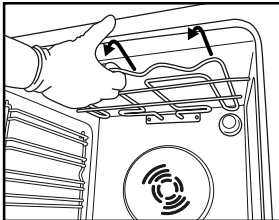
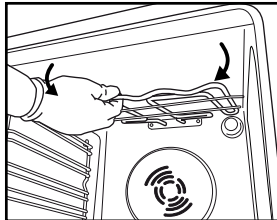

Fig. 4
Fig. 5
2. Trekk elementet litt ut (Fig. 4) og senk det (Fig. 5).